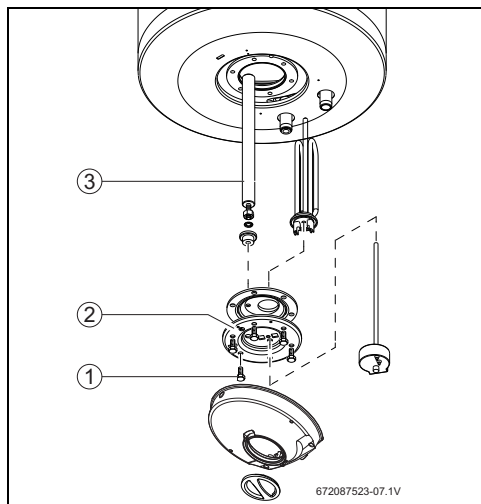

Fig. 15 Accès à la partie intérieure et marquage des éléments
- ▶ Retirer les vis de fixation de la bride (fig. 15, [1]).
- ▶ Retirer la bride (fig. 15, [2]).